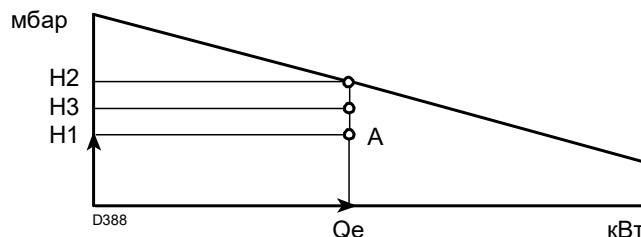

Рис. 3
- 4 Проведите вертикаль из точки А(Рис. 3) и найдите максимальное давление H2 рабочего диапазона.
Если H3 больше H1)(Рис. 3), то горелка может обеспечить требуемую мощность.